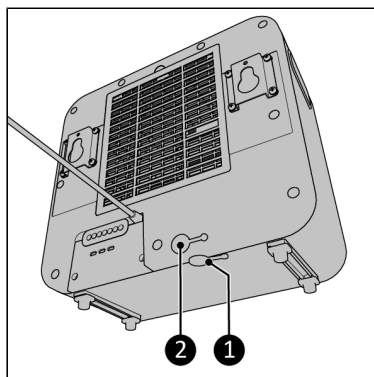

Figure 81.
1. Assurez-vous que les deux bouchons d'arrêt d'eau se trouvent bien dans le réservoir de l'unité intérieure (Figure 81, pos. 1 and 2).
4. Le bouchon d'arrêt d'eau situé en bas de l'unité intérieure doit être inséré (Figure 81, pos. 1).
4. Vidangez le réservoir d'eau de l'unité intérieure (Figure 81, pos. 1).